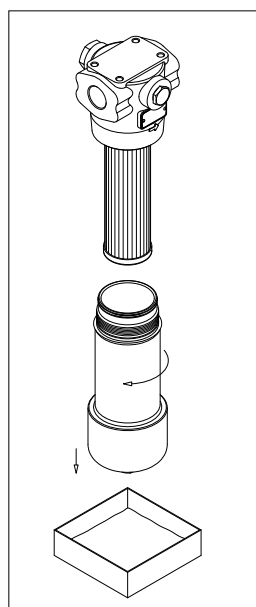

fig. 20
- (Fig. 20) Svitare il contenitore predisponendo un recipiente per la raccolta del fluido di lavoro